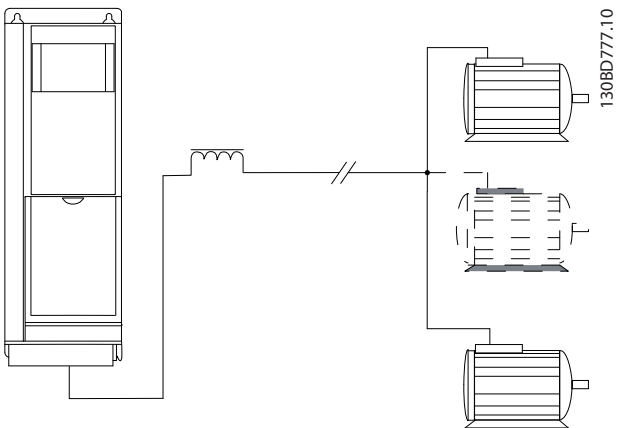
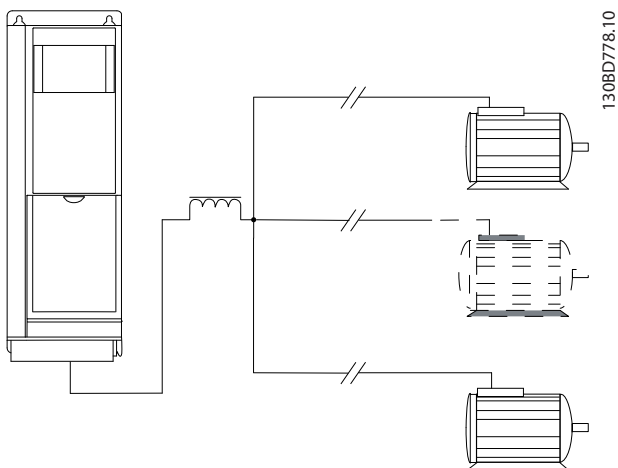

Abbildung 9.53 Parallele Kabel mit Last
Abbildung 9.54 LC-Filter für lange parallele Kabel
- Die in *Tabelle 5.2* angegebene gesamte Motorkabellänge gilt nur, so lange die parallelen Kabel kurz gehalten werden (jeweils kürzer als 10 m). Siehe *Abbildung 9.53* und *Abbildung 9.54*.
- Berücksichtigen Sie den Spannungsabfall an den Motorleitungen, siehe *Abbildung 9.54*.
- Verwenden Sie bei langen parallelen Kabeln verwenden Sie ein LC-Filter, siehe *Abbildung 9.54*.